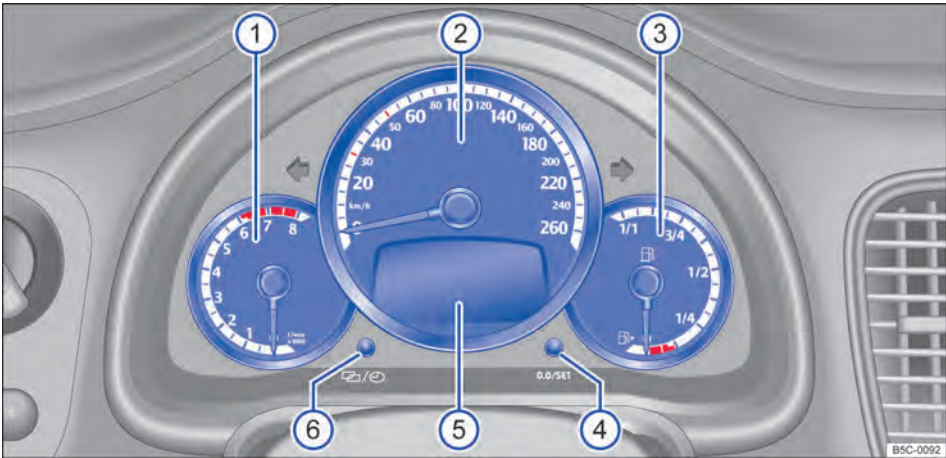

Fig. 13 Instrumento combinado no painel de instrumentos.
Significado dos instrumentos ⇒ Fig. 13:
De acordo com o equipamento do veículo, é possível que sejam exibidas diferentes informações no display do instrumento combinado ⇒ Fig. 13 ⑤: